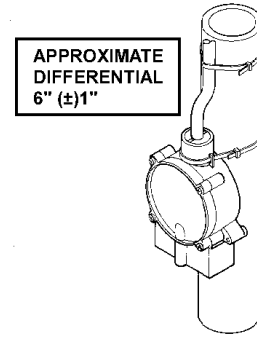

Figure 3
3. For Universal installation, refer to Figure 3. The RS-5 can be attached to a pipe with the cable ties provided. Slots are provided at the upper collar of the switch housing to enable you to secure the switch to piping. Use one cable tie to attach the switch to the piping through the slots on the collar. The other cable tie should be used to secure the power cord to the piping approximately 3" above the switch collar as shown in Figure 3.
3. Pour l'installation universelle, se référer à la figure 3. Le RS-5 peut être fixé à un tuyau à l'aide des colliers de serrage fournis. Des fentes situées sur le collier supérieur du coffrage des interrupteurs vous permettront de fixer solidement l'interrupteur au tuyau. Utiliser une des attaches de cordon pour fixer l'interrupteur au tuyau via les fentes sur le collier. Utiliser l'autre collier de serrage pour fixer le cordon d'alimentation au tuyau à environ 7,6 cm (3 po) au-dessus du collier de l'interrupteur, tel qu'illustré à la figure 3.